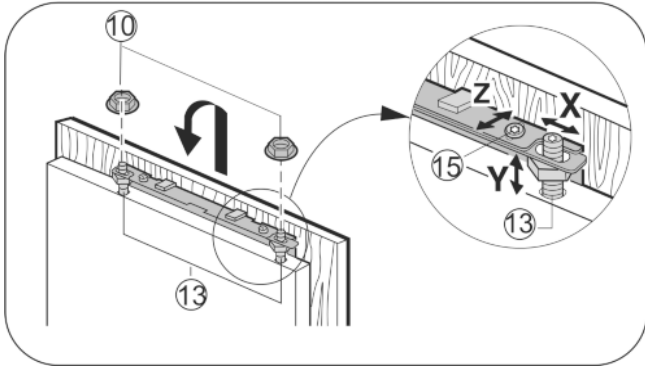

Fig. 19
- ▶ Kastdeur aan de justeerbouten Fig. 19 (13) hangen en de contramoeren Fig. 19 (10) losjes op de justeerbouten schroeven.
- ▶ Kastdeur op de hoogte Y en qua zijwaartse helling uitlijnen: stelschroeven Fig. 19 (13) met een schroevendraaier afstellen.
- ▶ Contramoeren Fig. 19 (10) vastdraaien.